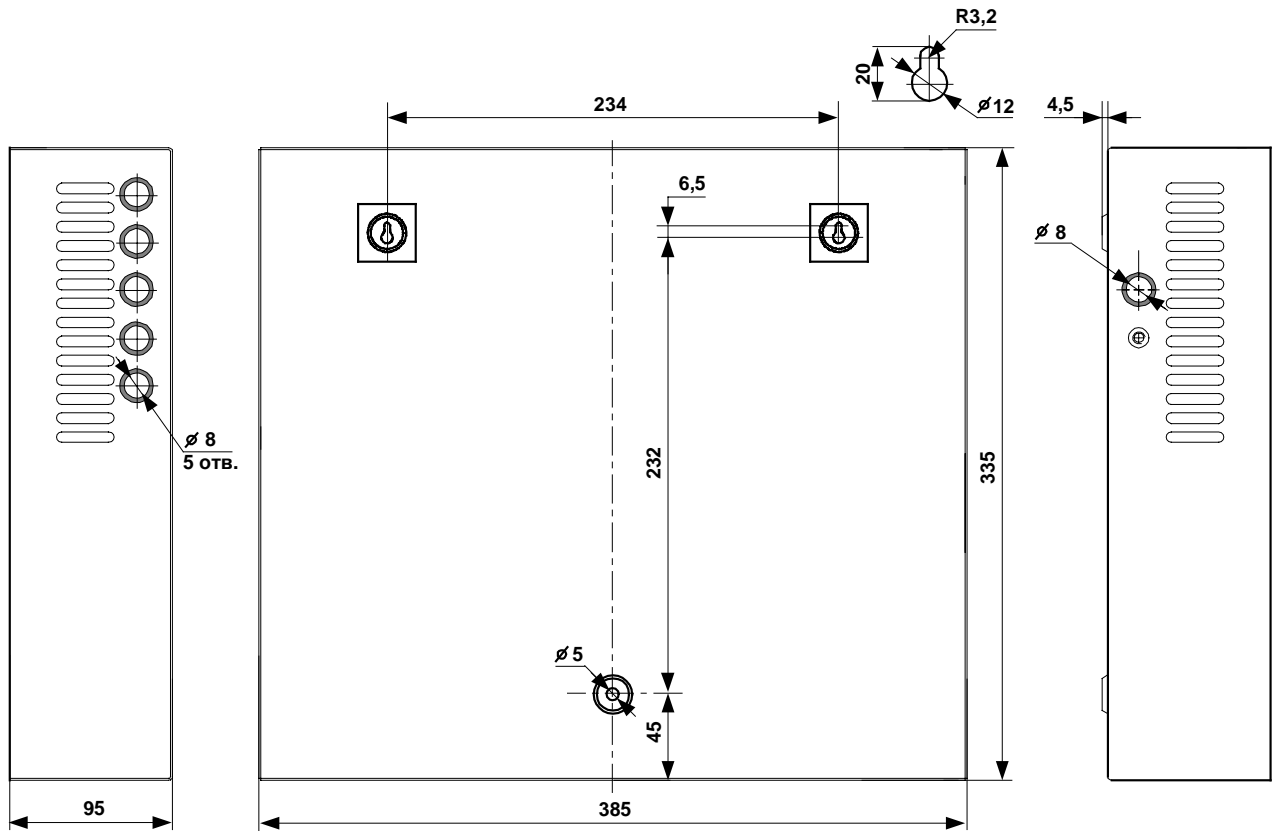
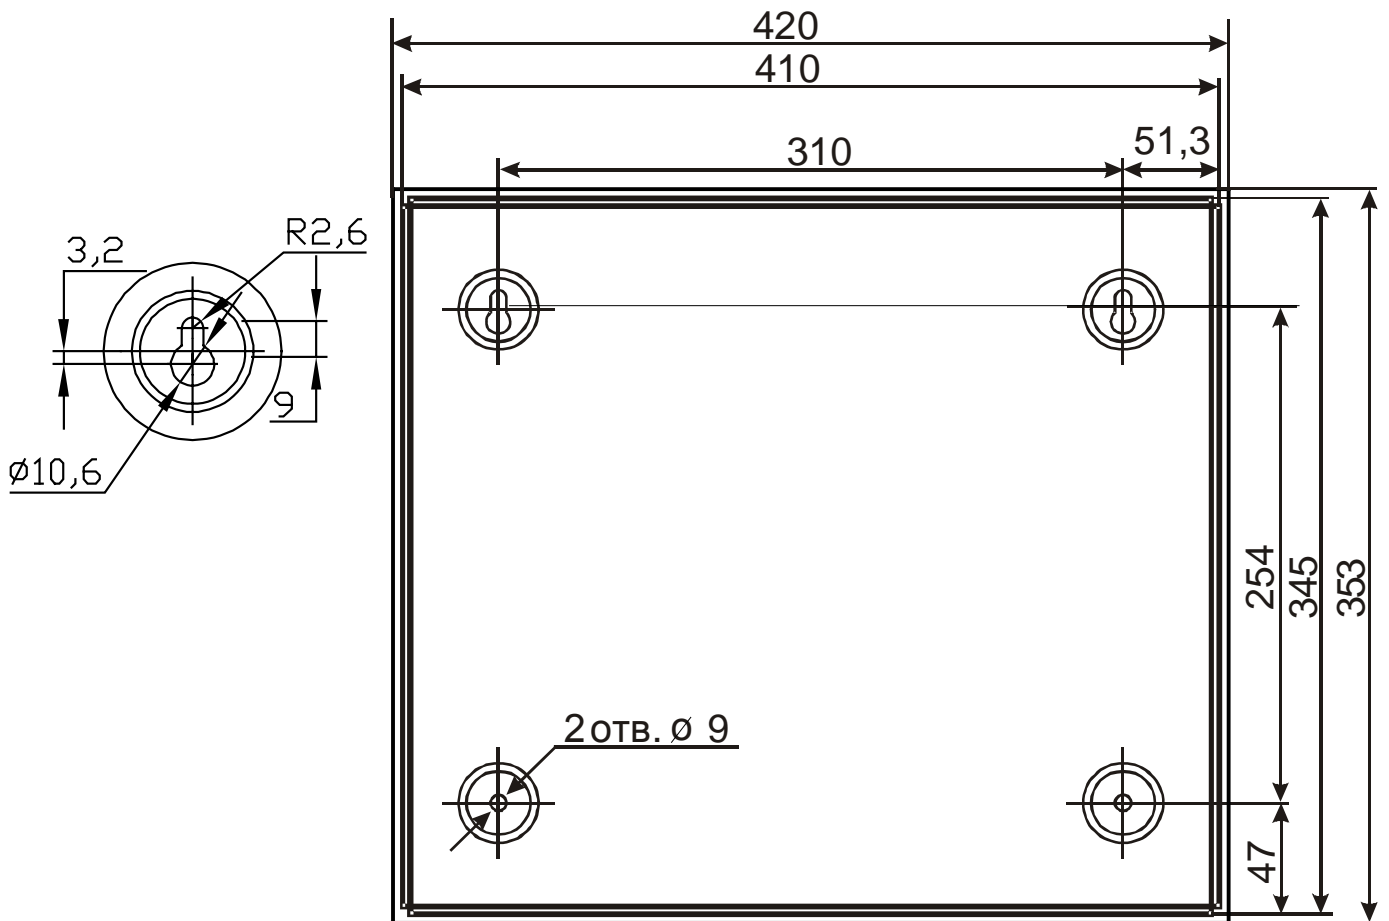

Рис. 7 Присоединительные размеры ИБП-1224 исп. 1
Рис. 8 Присоединительные размеры ИБП-1224 исп. 2
6.4.1 На месте установки ИБП крепится к стене или другим конструкциям в вертикальном положении. При установке необходимо следить за тем, чтобы не были закрыты вентиляционные отверстия другими устройствами или блоками. Присоединительные размеры ИБП приведены на Рис. 7 для ИБП-1224 исп. 1 или Рис. 8 для ИБП-1224 исп. 2.